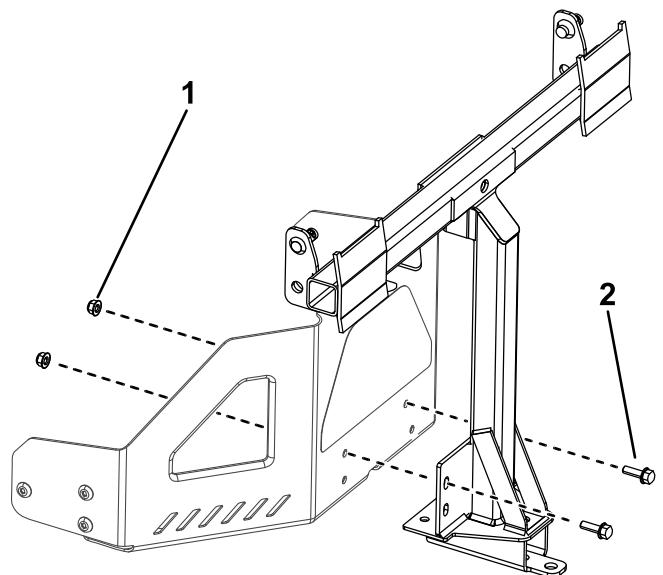

図10
- ピボットフレームを機体フレームに、図10のように取り付ける。ピボットフレームを固定するボルト5/16 x 1"2本とロックナット5/16"2個を使用する。